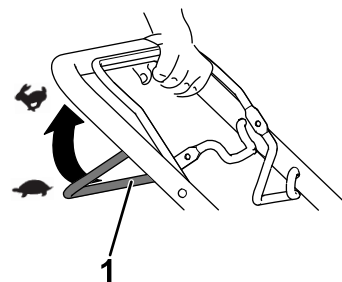

Bild 14
- **Einkuppeln des Selbstantriebs:** Ziehen Sie den Selbstantriebsbügel zum Holm und halten Sie ihn in dieser Stellung fest (Bild 14).